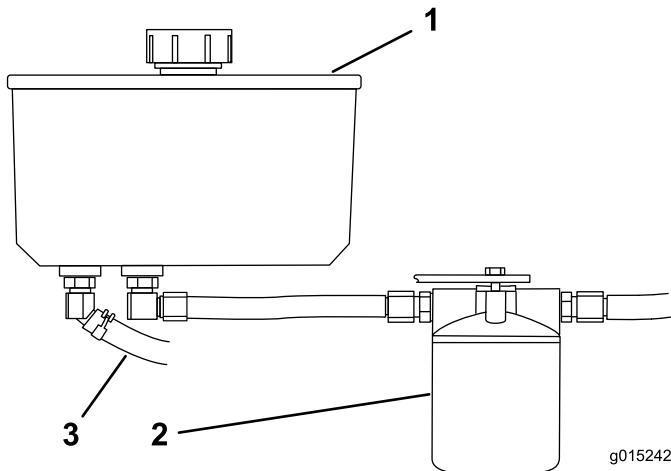

Figure 82
- Trouvez le flexible hydraulique avant sous le réservoir hydraulique et placez un bac de vidange sous le réservoir (Figure 82).